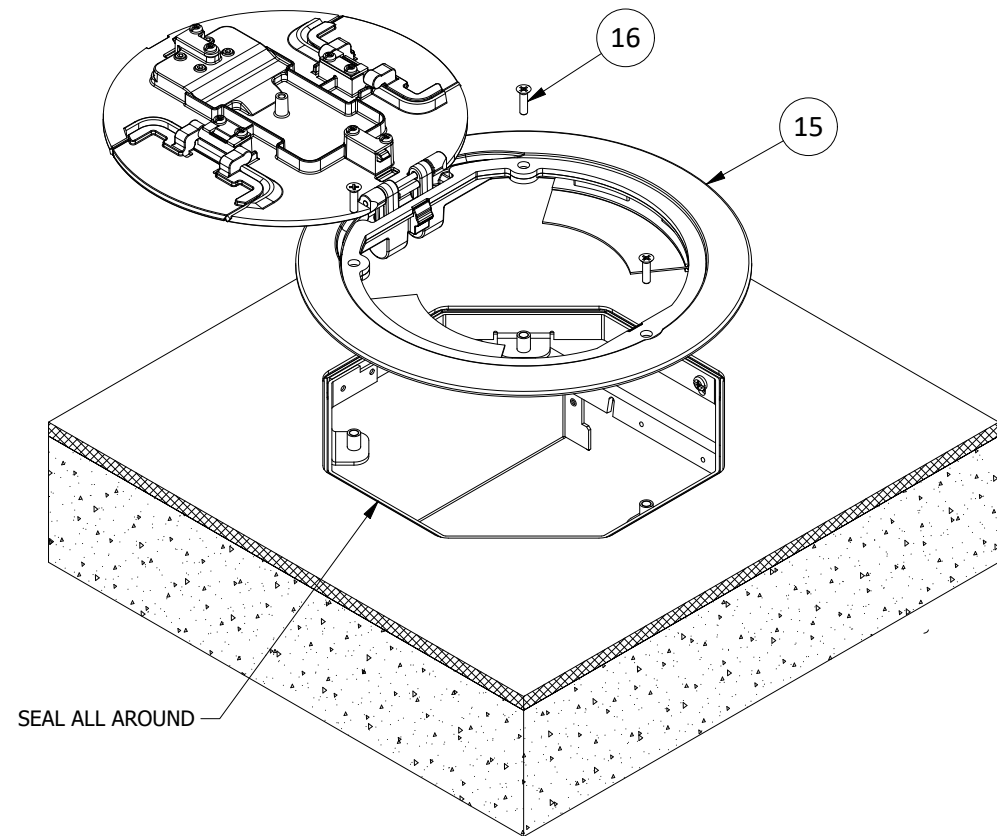

FIGURE 5
21. Seal the gap around the cover support collar [12] with a continuous bead of electrical grade type RTV silicone sealant (SEE FIGURE 5).
20. Obturer le jeu autour du collier de soutien du couvercle [12] avec un cordon continu de silicone de type RTV pour applications électriques (CONSULTER LA FIGURE 5).